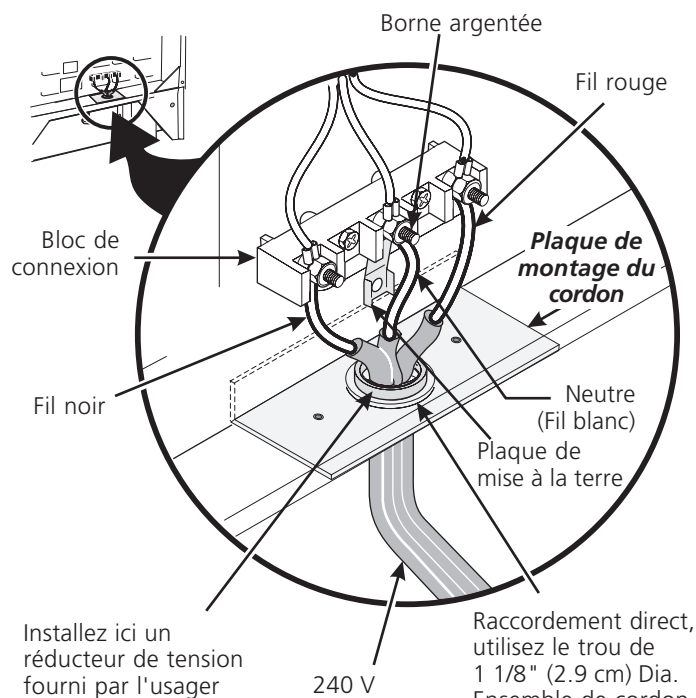

Figure 4
**NOTE:** L'appareil sort de l'usine avec un trou de 1 1/8" (2.9 cm) dia. tel que montré à la figure 4. Si un trou plus grand est requis, repoussez la pastille.
4. Remplacez les 3 écrous sur les bornes du bloc de connexion (voir figure 4).
**Pour une connexion à un câble d'alimentation à trois conducteurs (Etats-Unis seulement).** Si les codes locaux permettent le connexion du conducteur mis à la terre du châssis au fil neutre du cordon d'alimentation en cuivre (voir figure 4).